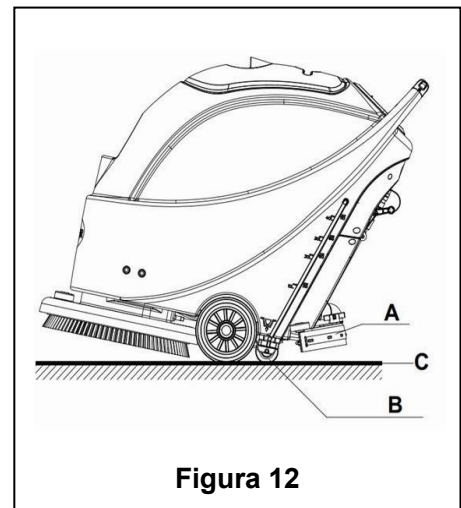

Figura 12
8. Rilasciare l'interruttore di sicurezza (1) per interrompere la spazzola/cuscinetto e l'elettrovalvola.
9. Premere l'interruttore dell'aspiratore (42) in posizione "O"; l'aspiratore ritarderà di 5 secondi prima di interrompersi.
10. Premere l'interruttore di controllo del diffusore d'acqua (44) in posizione "O" per interrompere completamente il funzionamento dell'elettrovalvola.
11. Premere l'interruttore (41) in posizione "O".
12. Usare la maniglia di sollevamento del tergipavimento (14) per sollevare il tergipavimento.
13. Afferrare il manubrio (2) e gentilmente rovesciare all'indietro l'apparecchio finché la ruota di guida (B) non tocca il pavimento. Vd. **Figura 12**.